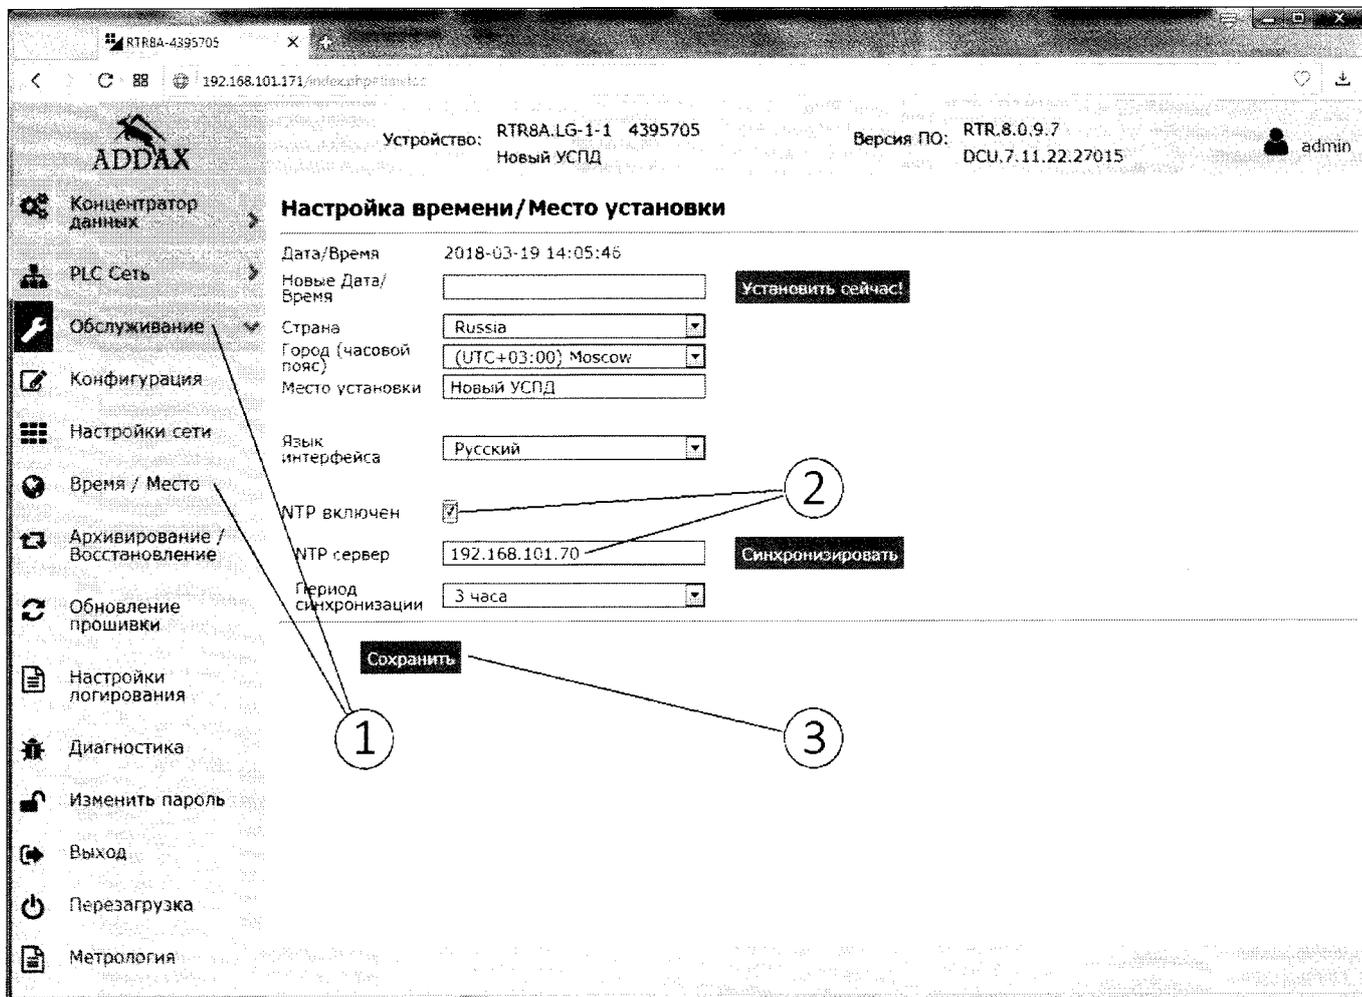

Рисунок 4 - Окно веб-интерфейса УСПД - закладка «Обслуживание» раздел «Время/место»
7.5.2 Настроить УСПД на синхронизацию с ПК. Для этого необходимо открыть закладку «Обслуживание», раздел «Время /место», нажав левой клавишей мыши на соответствующие поля в окне веб-интерфейса (рис. 4, поз.1).
7.5.3 В нижней части окна раздела «Время /место» установить галочку «NTP включен» и указать в поле «NTP сервер» локальный IP-адрес ПК в сети (рис. 4, поз. 2). Для сохранения настроек нажать кнопку «Сохранить» (рис. 4, поз. 3).